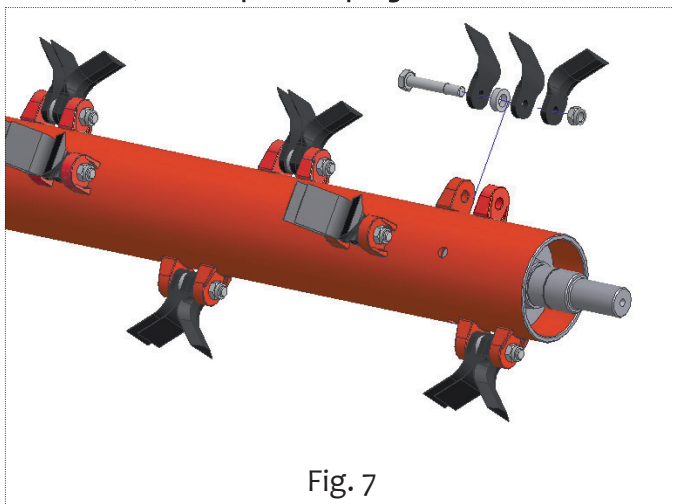

Fig. 7
- Quitar la tuerca (Fig. 7) del perno que fija el martillo gastado, prestando atención en la fase de montaje, de volver a posicionar el martillo nuevo en la misma posición
- Quitar la tuerca (Fig. 7) del perno que fija las cuchillas gastadas, prestando atención a los distintos componentes y en particular a la posición de los distanciadores (Fig. 7), en la fase de montaje, volver a posicionar las cuchillas nuevas y los componentes en la misma posición